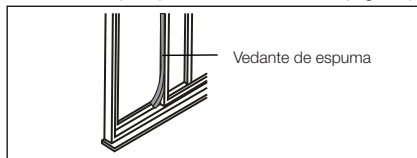

Fig. 21
6. Corte o vedante de espuma com comprimento adequado e vede a folga entre a parte interior da janela e a parte exterior da janela conforme ilustrado na Fig. 21.